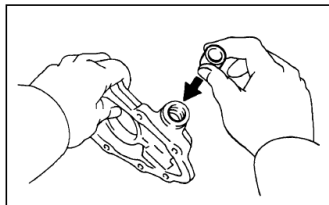

Рисунок II-129
3. Залейте масло в насос и проверьте, что оно проходит через насос под действием собственной тяжести (см. Рисунок II-129).